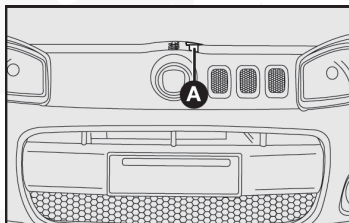

fig. 72
2) Mueva hacia arriba el seguro A-fig. 72;